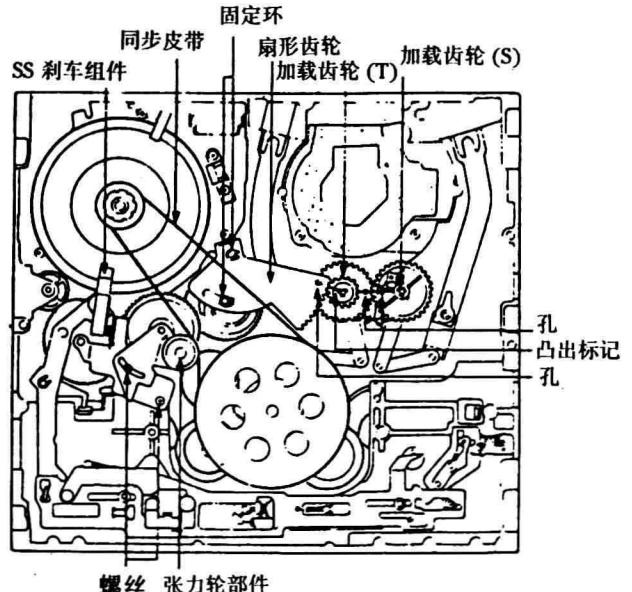

图72
②安装扇形齿轮, 使其上面的孔与加载齿轮(T)的凸出标记对准, 然后放入卡圈;
③安装张力轮组件和SS刹车组件, 然后拧紧螺钉, 如图72所示。